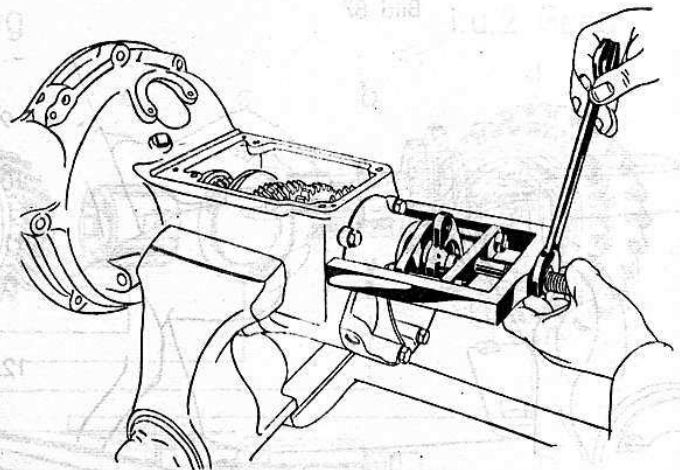

Bild 93
4. Nutmutter am Gelenkwellenflansch lösen, Sicherungsblech aus Nute stemmen, Nutmutter mit Zapfenschlüssel Wst 1227 abschrauben, Sicherungsblech abnehmen, Gelenkwellenflansch mit Abzieher Wst 1327 abziehen (Bild 93).